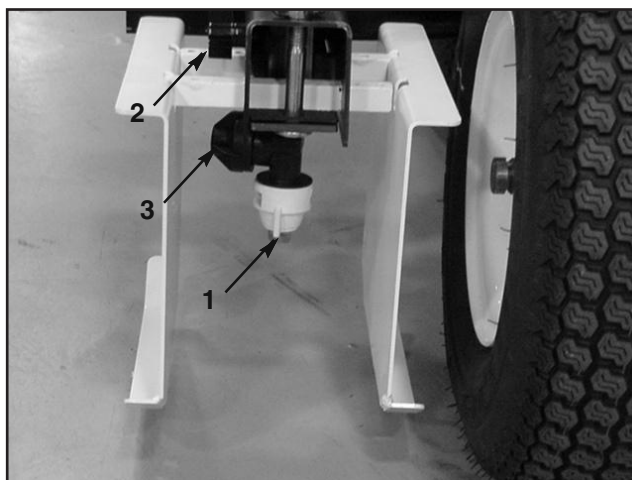

図22
4. ペイント・ノズルのチューブをブームのアームに固定しているネジをゆるめる (図22)。